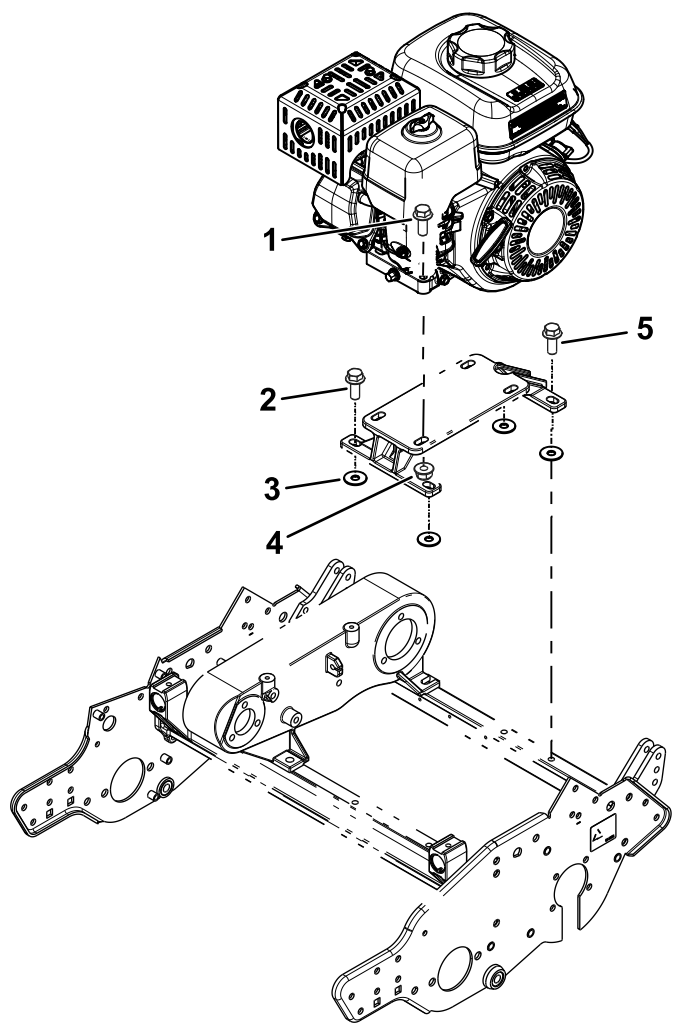
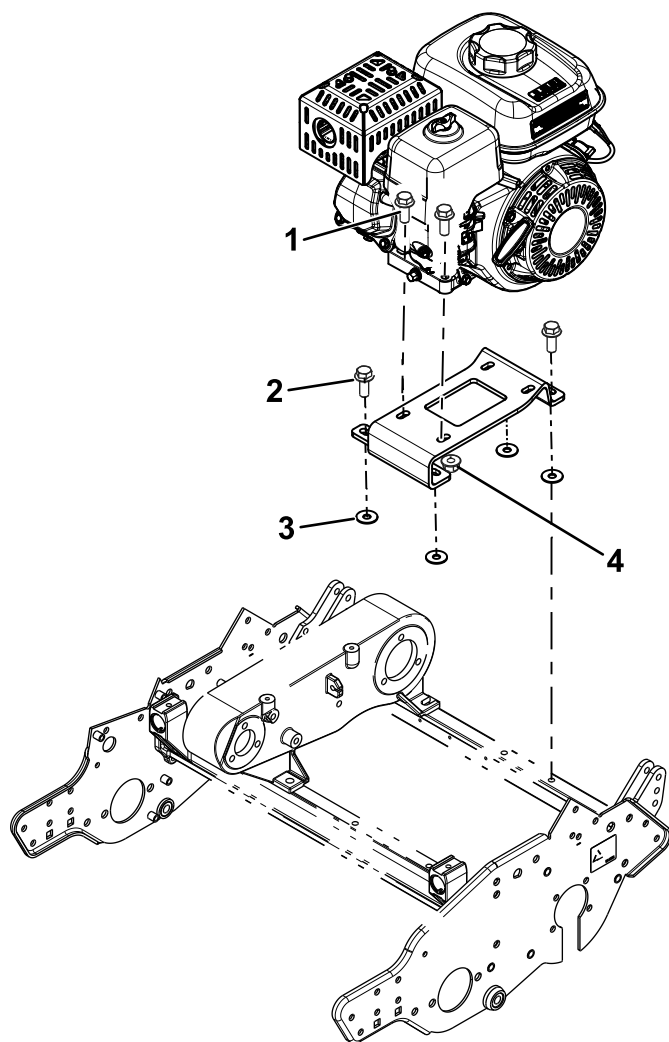

Рисунок 4
Рисунок 5
- Для модели, выпущенной с 2012 по 2014 гг.: установите ранее снятый монтажный кронштейн двигателя на машину с помощью ранее снятых болтов и 4 шайб (3/8 x 1 1/8 дюйма), как показано на Рисунок 4.
Установите, не затягивая, задний левый болт двигателя (показанный на Рисунок 4).
4. Для модели, выпущенной с 2008 по 2011 гг.: установите монтажный кронштейн двигателя, входящий в данный комплект, на машину с помощью ранее снятых болтов и 4 шайб ($\frac{3}{8}$ x 1 $\frac{1}{8}$ дюйма), как показано на Рисунок 5.
Установите, не затягивая, передний левый болт двигателя (показанный на Рисунок 5).
5. Установите двигатель на монтажный кронштейн, используя ранее снятые болты и гайки (Рисунок 4 и Рисунок 5).
- Для модели, которая выпускалась с 2012 по 2014 г.: отверните задний левый болт с основания двигателя (Рисунок 4) и используйте этот болт для крепления R-образного хомута и троса дроссельной заслонки к основанию двигателя.
- Для модели, которая выпускалась с 2008 по 2011 г.: отверните передний левый болт с основания двигателя (Рисунок 5) и используйте этот болт для крепления R-образного хомута и троса дроссельной заслонки к основанию двигателя.
- Затяните все детали крепления двигателя и болты монтажного кронштейна двигателя (Рисунок 4).